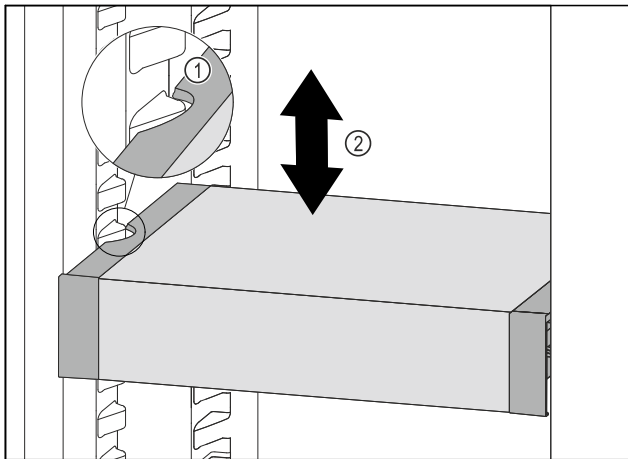

Fig. 109
- ▶ Изтеглете VarioSafe напред, докато страничните прорези на VarioSafe се намират на височината на реброто на съда в хладилната част. Fig. 109 (1)
- ▶ Преместете VarioSafe нагоре или надолу в хладилната част, докато се достигне желаната височина. Fig. 109 (2)